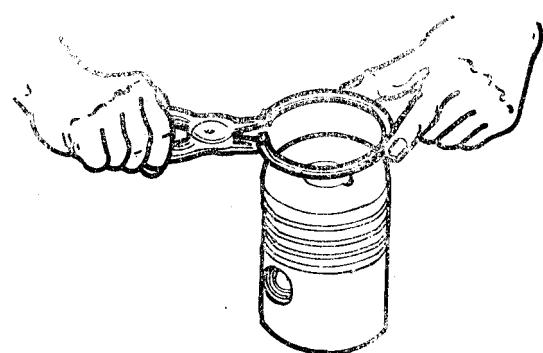

图 4 拆装活塞环
3) 活塞环的拆装：活塞环套在活塞上或拆卸时，可用专用的钳子进行（如图 4）。也可以徒手拆装。活塞环装在活塞上后，活塞环应转动灵活。如有卡滞现象，应检查并除去环槽边的毛刺。